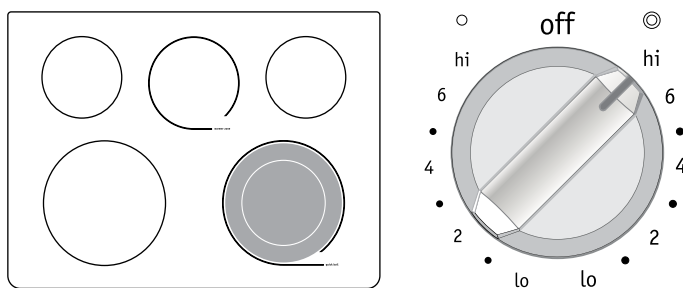
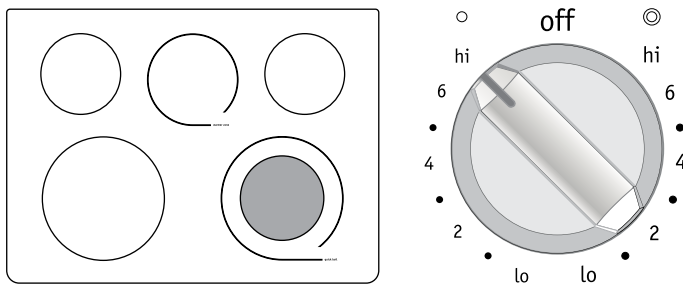

Figure 1 - Cuisson avec les deux portions*
Figure 2 - Cuisson avec la portion interne seulement*
2. Enfoncez et tournez le bouton de commande dans le sens horaire pour débiter la cuisson avec l'élément au complet en marche (marqué "Double" - voir figure 1). Si seule la portion interne de l'élément est requise pour un ustensile plus petit, enfoncez et tournez le bouton de commande dans le sens anti horaire (marqué "Single" - voir figure 2). Si nécessaire, tournez le bouton pour ajuster le réglage.
*Zone illustrée en gris aux figures 1 et 2.